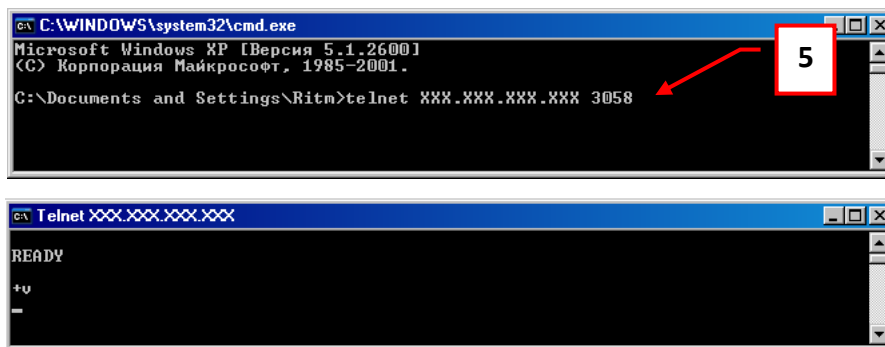
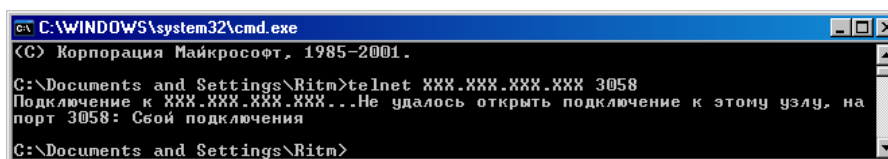

Рис.5.4.2. Проверка порта TCP 3058
Рис.5.4.3. Сбой подключения на порт TCP 3058
5. Ввести telnet XXX.XXX.XXX.XXX 3058, где 3058 – порт TCP, по которому будет производиться обмен данными, а вместо «иксов (X)» должен быть введен внешний статический адрес сервера, и нажать «Enter» (см. рис. 5.4.2.).
Если появилась надпись «READY», как показано на рис. 5.4.2., порт 3058 открыт. Если появилась надпись «Сбой подключения», порт 3058 закрыт (рис. 5.4.3).